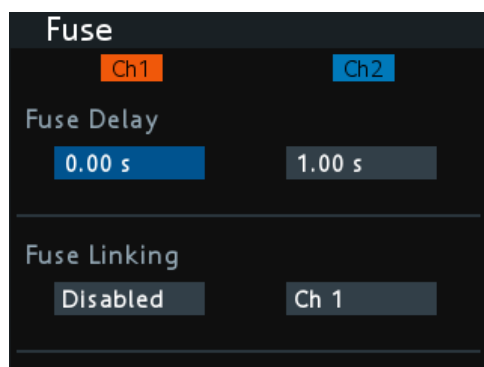

Рис. 6-7: Диалоговое окно Fuse
2. Выберите пункт меню "Output" > "Fuse" (Выход > Предохранитель). На экране прибора R&S NGA100 отобразится диалоговое окно "Fuse" (предохранитель). См. рис. 6-7.